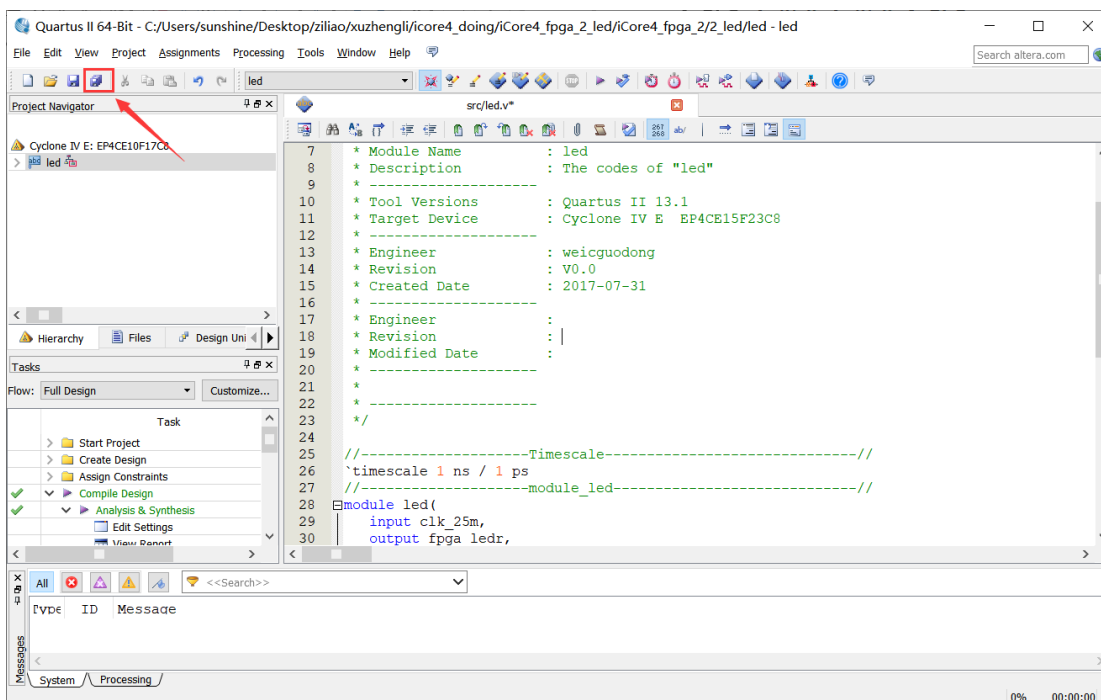

图 1-13
12、此时就可以写代码了，写好以后点击方框处的全部保存，如图 1-13。